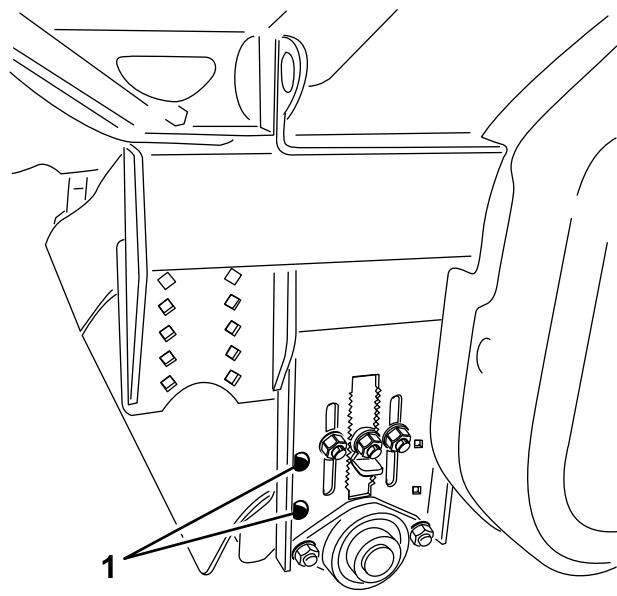

Figure 33
- Desserrez les fixations de réglage du racloir de rouleau (Figure 33).